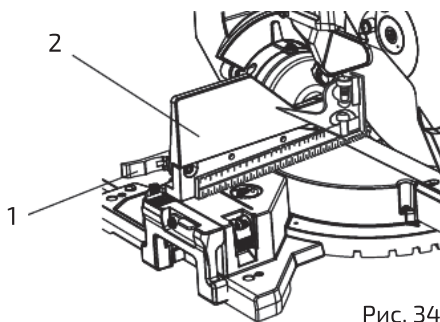

Рис. 34
1. Разблокировать рычаг блокировки кулачка упора (1), нажав на него в направлении задней части инструмента (рис. 34).
2. Выдвинуть упор (2). Заблокировать рычаг блокировки кулачка упора (1), потянув его в сторону упора.